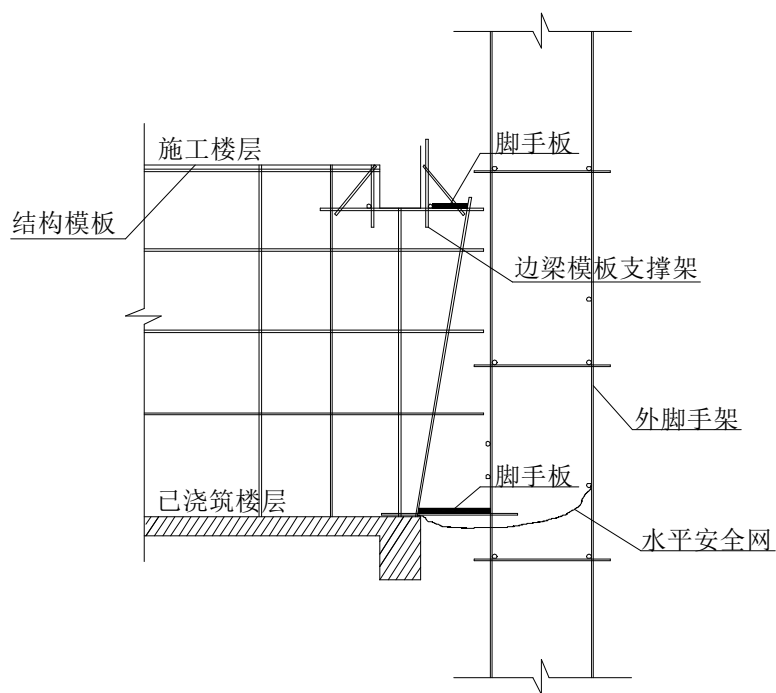

图 2
2、在施工结构层上，临边的梁模板支撑架搭设完成后，必须在支撑架的临边处铺设脚手板，形成安全可靠的临边操作面，如图 2 所示。